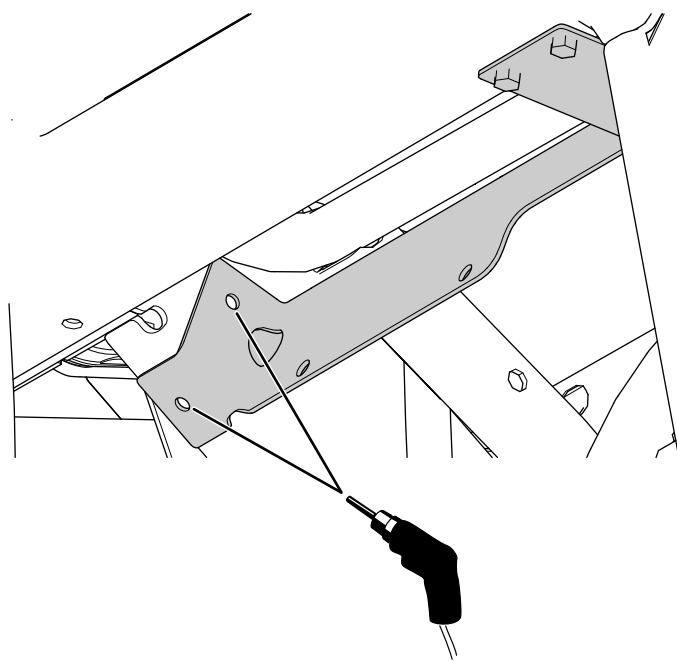

Figura 26
- C. Utilizando o suporte do aquecedor como modelo, faça dois furos (5/16 pol.) no suporte do painel de instrumentos (Figura 26).